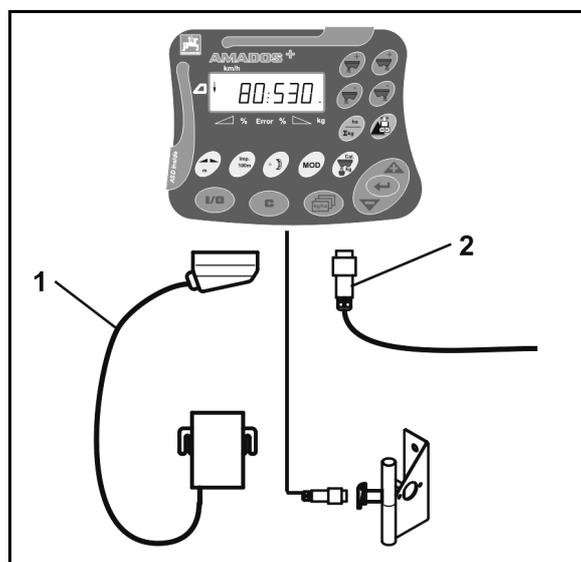

Fig. 2
1. Conectar la máquina montada/acoplada al tractor mediante el conector de la máquina (Fig. 2/1).
2. Conectar el cable de señal del enchufe del tractor o el sensor X (Fig. 2/2) al **AMADOS⁺**.